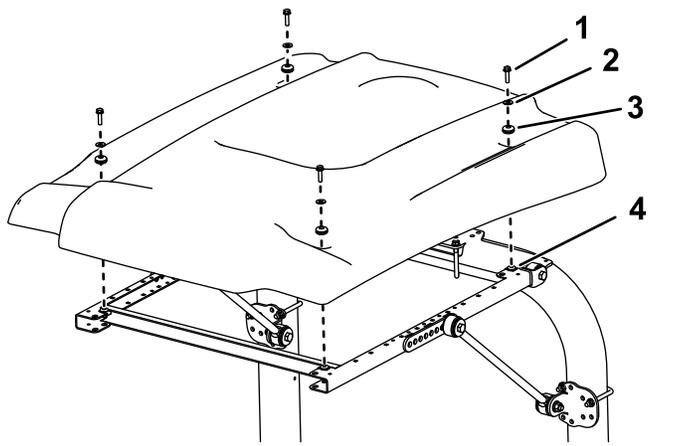

図 19
14. 図 19 に示すようにサンシェードをフレームに載せて、取り付け穴を整列させる。
- サンシェードの各コーナー部をフレームに仮止めするフランジヘッドボルト5/16 x 1 1/4"1本、小さいワッシャ1枚、ハトメ1個を使用する 図 19。